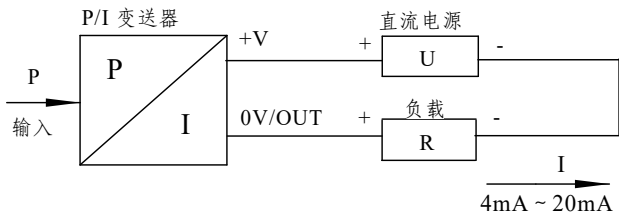

图 3
4.1.1 线制，4mA~20mA DC 输出的变送器电气连接方法见图 3。